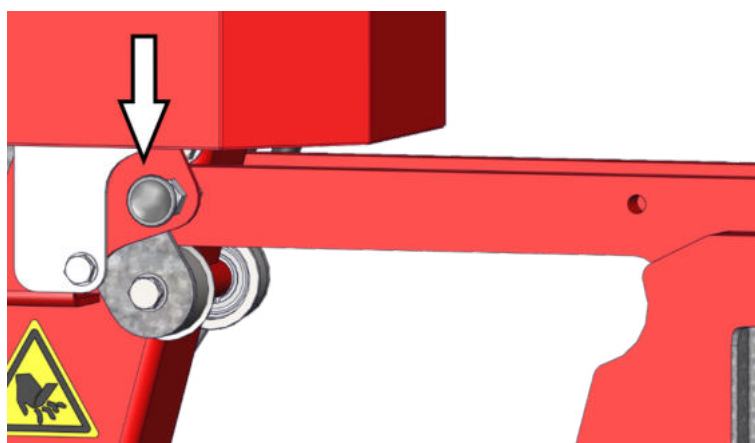

Figura 4.5 Sfilo della zavorra
1. Sbloccare la zavorra ruotando o estraendo la linguetta sul perno di bloccaggio (vedi *Figura 4.5*)